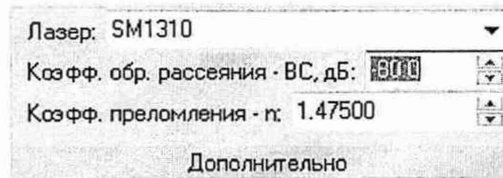

Рисунок 14
Нажать на иконку **Дополнительно** (см. рисунок 14) и установить следующие значения коэффициента обратного рассеяния ВС:
15) Перейти в закладку **Измерение**, нажать иконку **Дополнительно** (см. рисунок 14) и установить в строке "Кэфф. обр. рассеяния - ВС, дБ", значение ВС, полученное по формуле (12).